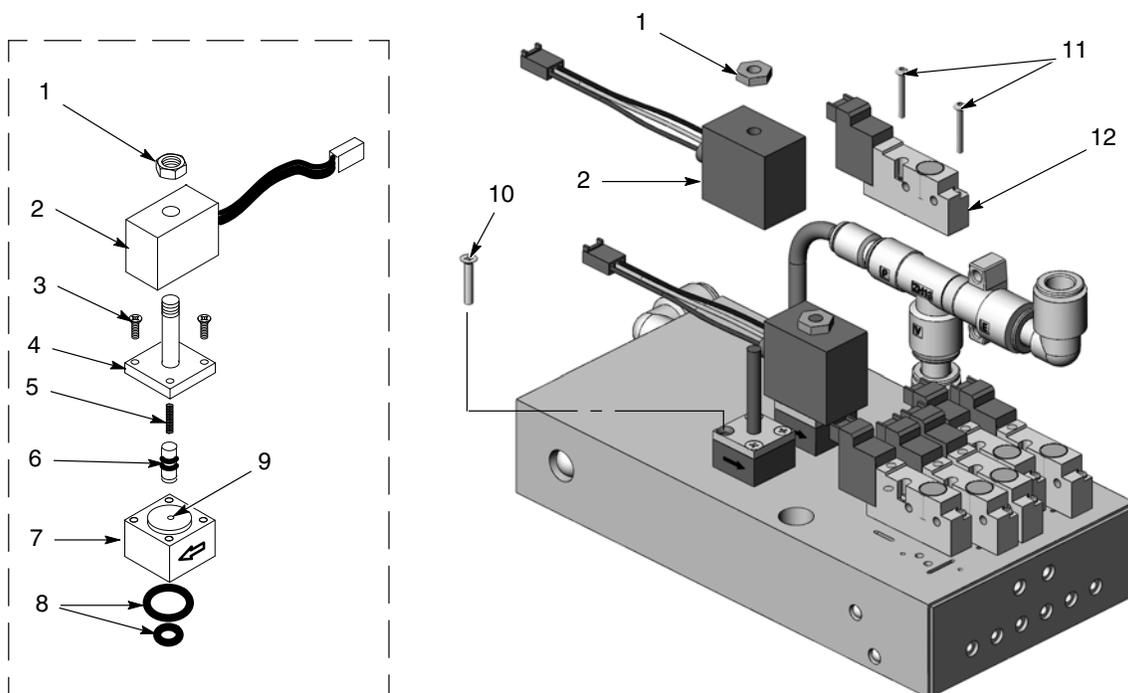

Figura 6-1 Reparación del distribuidor
1. Ver la figura 6-1. Extraer la tuerca (1) y la bobina (2) de la válvula de control de flujo.
2. Extraer los dos tornillos largos (10) para extraer la válvula de control de flujo del distribuidor.
Ver la figura 6-1. Retirar la válvula extrayendo la tuerca (1), la bobina (2) y los tornillos largos (10).
Ver la figura 6-1. Para extraer las electroválvulas, retirar los dos tornillos (11) ubicados en el cuerpo de válvulas y despegar la electroválvula (12) del distribuidor.